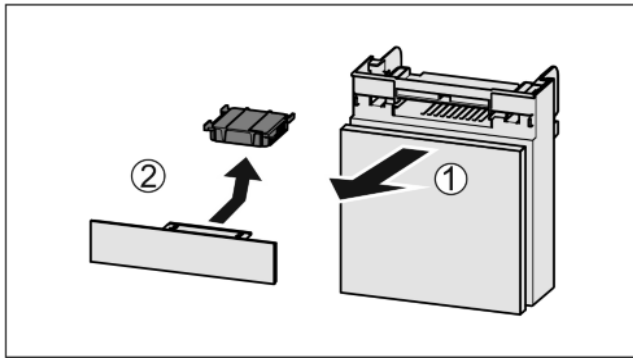

Fig. 49
- ▶ Издърпайте Fig. 49 (1) напред отделението.
- ▶ Извадете Fig. 49 (2) филтъра с активен въглен.